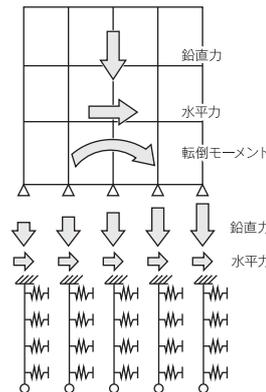

図7 上部構造～基礎分離モデル
- ・杭全長にわたって一定の水平地盤反力係数 $k_h$ を持つと仮定する「一様地盤モデル」、深さごとに異なる水平地盤反力係数 $k_h$ を持つと仮定する「多層地盤モデル」(図7)のいずれかを選択できます。